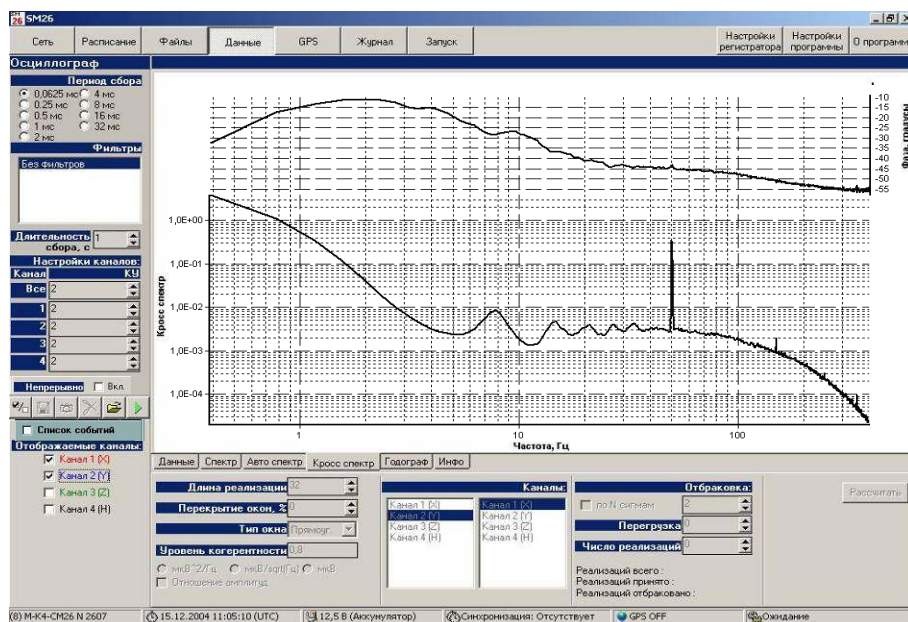

Рисунок 3.12 - Вкладка «Данные -Кросспектр»
- вкладка **Данные -Кросс спектр** (рисунок 3.12) выводит модули взаимных спектров по выбранным парам каналов, а также фазы по всему файлу данных;